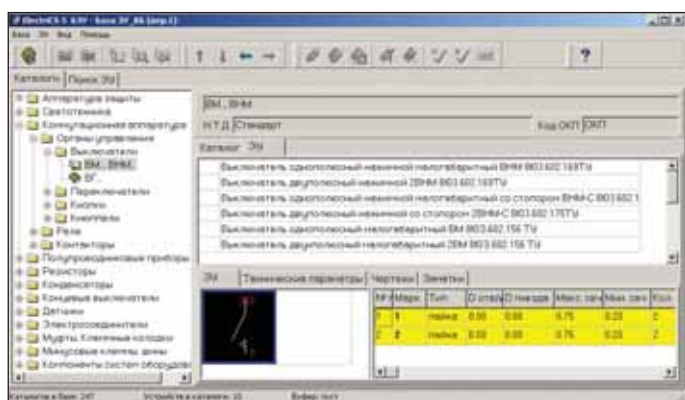

Рис. 2
- внесение в проект электрических устройств из базы электрических устройств (рис. 2);